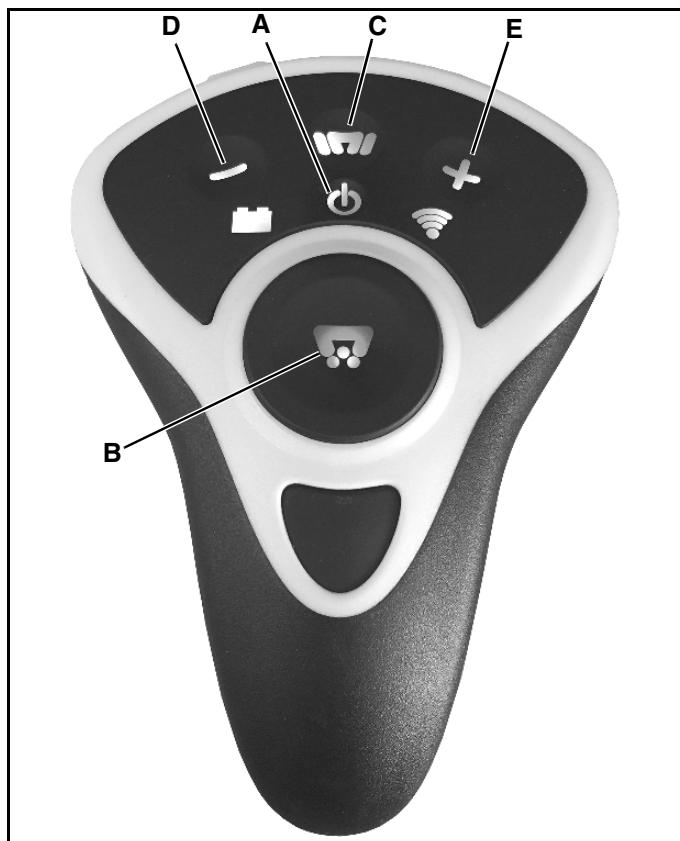

Abb. 1-19
1. ie mittlere Taste direkt über der großen mittleren Taste (Abb. 1-19, A) ist die Ein-/Aus-Taste. Drücken und halten Sie die Ein-/Aus-Taste 3 Sekunden lang, um die Steuerung einzuschalten. Um die Steuerung auszuschalten, halten Sie die Ein-/Aus-Taste gedrückt, bis die Hintergrundbeleuchtung ausgeht.
2. Die große Taste in der Mitte der Steuerung (Abb. 1-19, B) ist die Ein-/Aus-Taste für den Rotormotor. Um den Rotorstreuermotor zu starten oder zu stoppen, drücken Sie die Taste bzw. lassen Sie sie los. Wenn der Motor läuft, geht die Lampe hinter der Taste (Salzlampe) an. Die Lampe blinkt langsam in der Drehzahlstufe 1.
3. Die Taste in der oberen Reihe, Mitte (Abb. 1-19, C) ist die Rüttlertaste. Solange diese Taste gedrückt gehalten wird, ist der Rüttler eingeschaltet (sofern vorhanden). Das Loslassen schaltet ihn aus.
4. Die Taste links in der oberen Reihe (Abb. 1-19, D) wird für die Drehzahlverminderung verwendet. Durch Drücken und Loslassen der Taste wird die Drehzahl des Rotorstreuermotors um eine Drehzahlstufe vermindert. Insgesamt gibt es vier Drehzahlstufen.
5. Die Taste rechts in der oberen Reihe (Abb. 1-19, E) wird für die Drehzahlerhöhung verwendet. Durch Drücken und Loslassen der Taste wird die Drehzahl des Rotorstreuermotors um eine Drehzahlstufe erhöht. Insgesamt gibt es vier Drehzahlstufen.